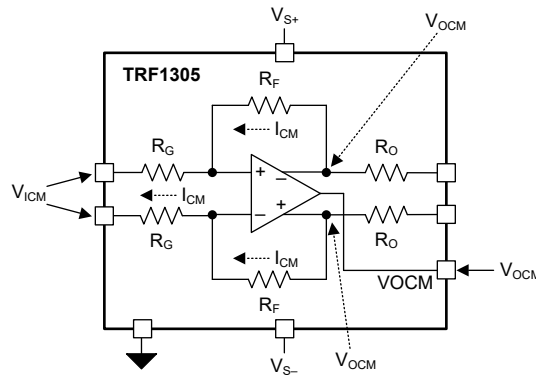

图 8-4. 输入和输出共模电压不等时的净直流电流
TRF1305x1 接受宽范围的输入直流共模 (CM) 电压。当 TRF1305x1 在输入端直流耦合时，要考虑电源的直流电流负载。图 8-4 显示了当输入 CM 电压 V_{ICM} 与输出 CM 电压 V_{OCM} 不同时，会产生来自或流向电源的净直流电流。方程式 1 显示了拉电流或灌电流 I_{CM} 与输入和输出 CM 电压之间的关系：